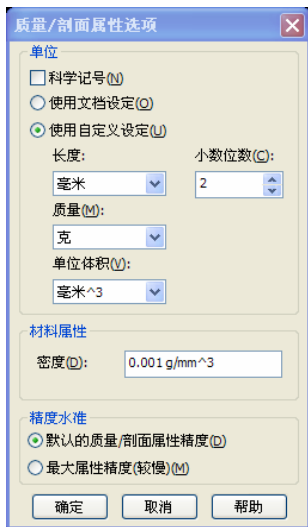

图 6-53 所示的“质量/剖面属性选项”对话框
③ 设置密度。单击“质量特性”属性管理器中的“选项”按钮，则系统弹出如图 6-53 所示的“质量/剖面属性选项”对话框，单击“使用自定义设定”复选框，在“材料属性”的“密度”一栏中可以设置模型实体的密度。